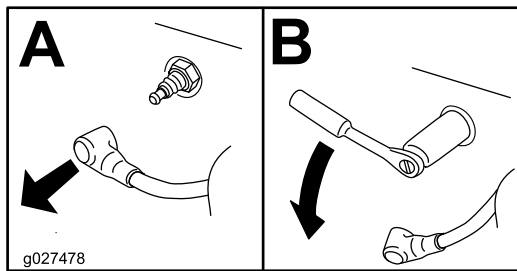

Figura 42
3. Retire la bujía (Figura 42).